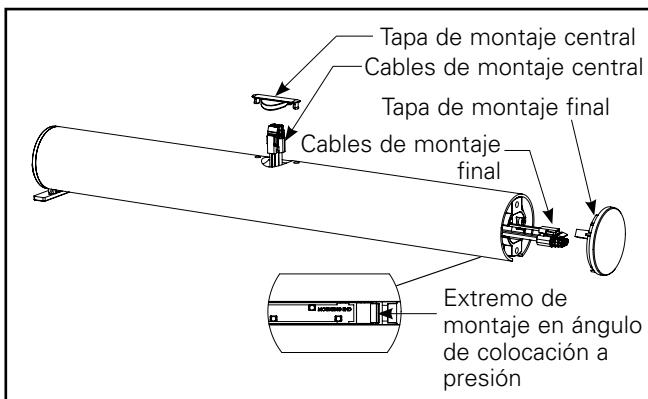
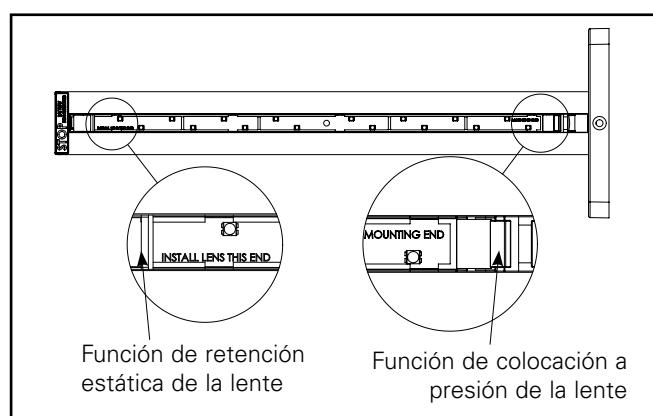

Figura 2.
Figura 6.
6. Determine el método de montaje previsto, esto indicará de qué ubicación sacará el mazo de cables interno. (Ver Figura 2). Si el montaje se realiza mediante un montaje final, retire la tapa de montaje final del extremo de montaje del cilindro y saque los cables de la carcasa en esta ubicación. (Puede identificar el extremo de montaje del cilindro examinando la placa de circuito impreso y ubicando el texto "Mounting End" [Extremo de montaje]. Ver Figura 6). Si va a realizar un montaje en el techo o en la pared, retire la tapa de montaje central y saque los cables de la carcasa en esta ubicación. Asegúrese de elegir el conjunto de cables correcto antes de sacarlos de la carcasa, ya que revertir este proceso puede ser difícil.
1. Abra la caja que contiene su carcasa ARCEL y saque la unidad y su bolsa de accesorios. Revise las piezas de la bolsa de accesorios. Retire la tapa de montaje central y saque el mazo de cables (Ver Figura 2).
1. Abra la caja que contiene su carcasa ARCEL y saque la unidad y su bolsa de accesorios. Revise las piezas de la bolsa de accesorios. Retire la tapa de montaje central y extraiga parcialmente el mazo de cables ARCEL del orificio central (Ver Figura 2). Conecte el mazo de cables ARCEL al mazo de cables de alimentación de CA. Reduzca al mínimo el exceso de cable que sale de la parte superior de la carcasa.